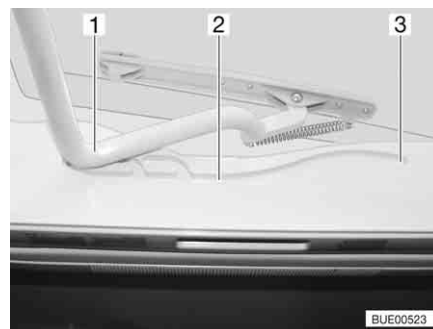

Fig. 105 Clarabóia Heki, guia
- Puxe o arco (Fig. 105,1) nos guias (Fig. 105,2) até à posição mais posterior (Fig. 105,3).
- Empurre ligeiramente para cima o arco (Fig. 105,1) usando ambas as mãos.
- Puxe o arco nos guias (Fig. 105,2) até à posição pretendida.